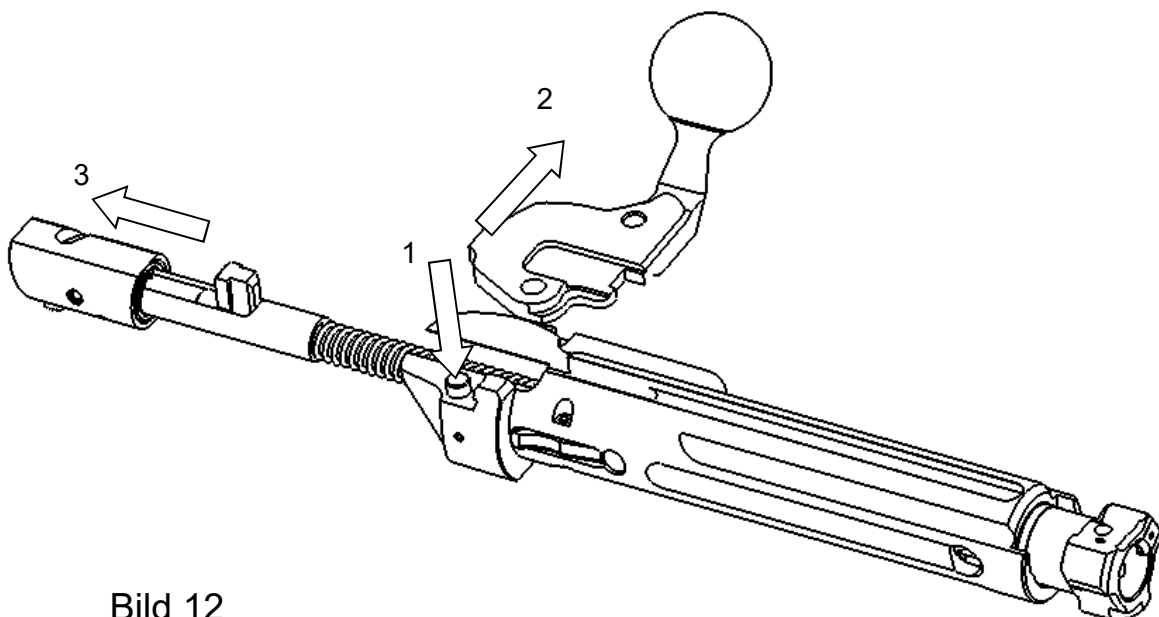

Bild 12
- Hebelachse (1) hineindrücken (Bild 12).
- Hebel zur Seite schieben (2).
- Schlagbolzen und Schieber in einer Baugruppe entnehmen (3).